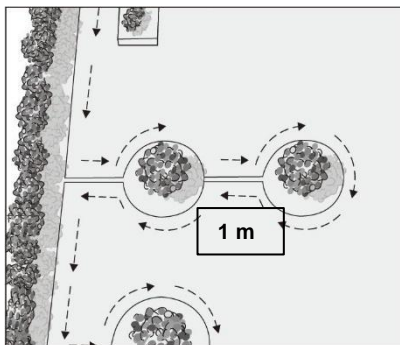

Fig.3C
6. Distanța minimă dintre insule trebuie să fie de 1 m. În caz contrar, delimitați cele două obiecte împreună ca o singură insulă (Fig.3C).